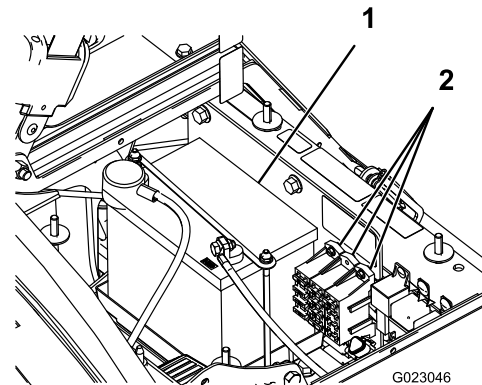

Bild 45
Die Elektroanlage hat zwei Sicherungskästen und einen leeren Schlitz. Sie befinden sich unter dem Sitz (Bild 45).
2. Die Batterie befindet sich an der rechten Seite der Maschine hinter der Pumpe (Bild 45).
5. Nehmen Sie den Batteriehalter und die -befestigungen ab (Bild 45).
2. Setzen Sie den Batteriehalter auf und befestigen Sie sie mit den drei vorher entfernten Befestigungen (Bild 45).
4. Setzen Sie die Batterieabdeckung auf und befestigen Sie sie mit den zwei Handrädern (Bild 45).
1. Lösen Sie die Handräder an beiden Seiten des Akkukastens und nehmen Sie die Akkuabdeckung ab (Bild 45).